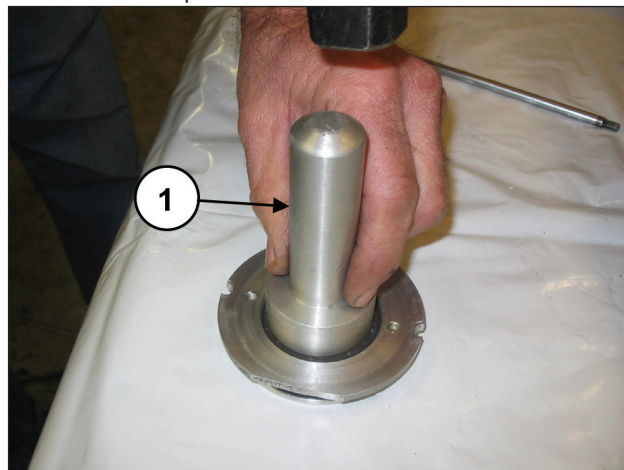

Fig. 174
Montar el retén en la tapa de retención (pos. ①, Fig. 174) utilizando un tampón cód. 27910900.